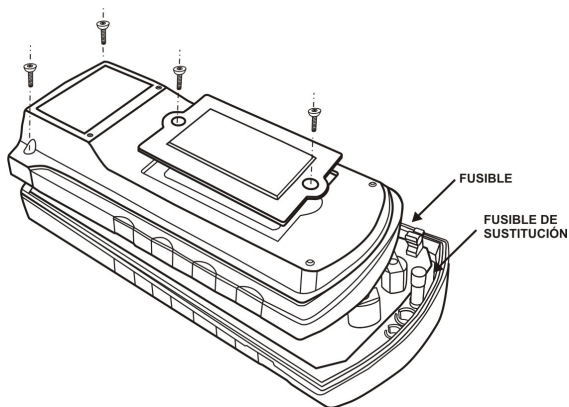

Figura 9.- Sustitución del fusible.
1. Aflojar los tornillos con un destornillador adecuado y retirar la tapa del compartimiento de la pila como se indica en la figura 9.
2. Aflojar los tornillos con un destornillador adecuado y retirar la tapa inferior del compartimiento de la pila como se indica en la figura 9.